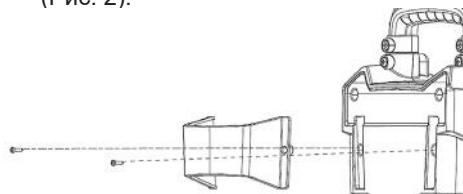

Рис. 2 Установка держателя HP3141
3. Установите держатель для пистолета и струйной трубы, аппарат HP3141 (Рис. 2).